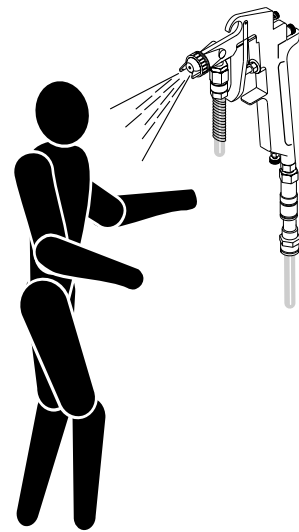

Fig.39
7) La pistola a spruzzo NON deve essere MAI rivolta verso le persone (fig.39) o oggetti non interessati alle operazioni di lavoro. Qualsiasi operazione va compiuta con la pistola rivolta verso terra.